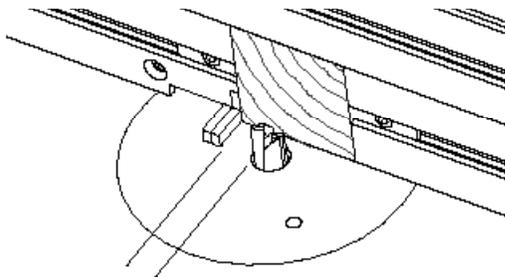

Figure 19: Réglage du guide principal.
3. Positionnez le guide principal de façon à ce que la fraise affleure la cale fixe. À l'aide du réglage micrométrique ou d'un pied à coulisse, reculez le guide principal de manière à l'éloigner de la cale fixe d'une distance égale au diamètre de la fraise (voir la **figure 19**).
9. Assemblez les deux pièces sans colle. Elles devraient s'ajuster facilement sans jeu. Si l'assemblage est trop serré, cela indique que l'éloignement de la cale fixe par rapport à la fraise est supérieur au diamètre de la fraise. Par contre, si l'assemblage est lâche, cela indique que l'éloignement de la cale fixe par rapport à la fraise est inférieur au diamètre de la fraise. Rectifiez le réglage du guide principal (voir la **figure 19**). Par la même occasion, assurez-vous que les queues surplombent le bord de l'assemblage de 1/32 po (1 mm). Affinez la hauteur de la fraise au besoin.